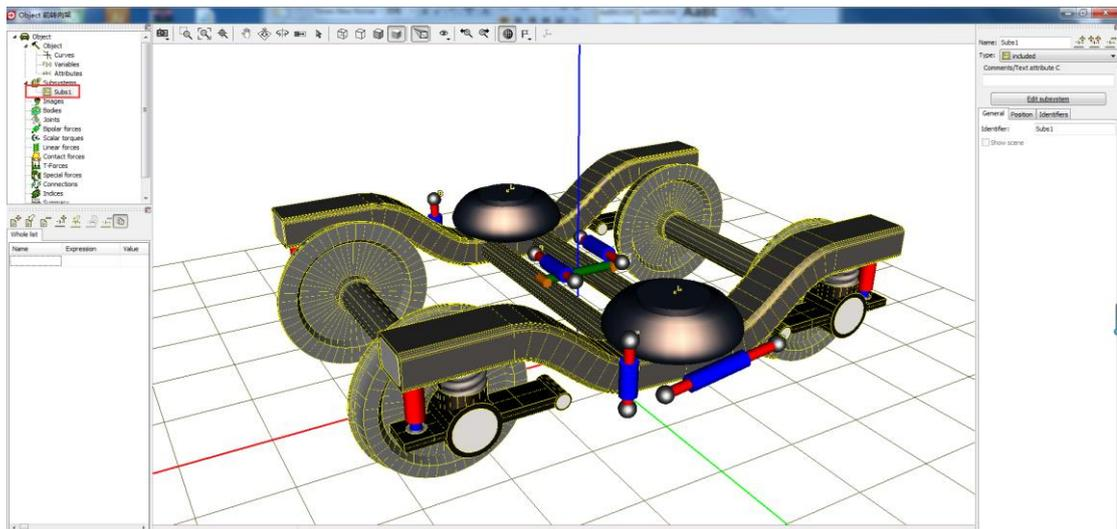

图 019-4 已成为子系统
3、此时模型已成功转换为一个独立的子系统，我们可以对其整体操控，如图 019-4，在左侧模型树中只剩一个子系统，而看不到 Body、Joint 和 Force；
1、若需要对该子系统进行再次编辑修改，可在左侧选中该子系统，在右侧选择 **Edit subsystem**，如图 019-4；